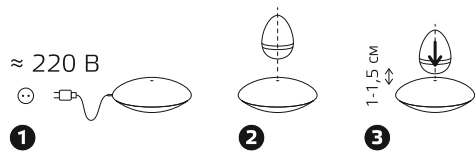

Рис. 1. Установка беспроводной колонки в режим «левитации»
- Для того чтобы установить беспроводную колонку в режим «левитации», необходимо (рис. 1):